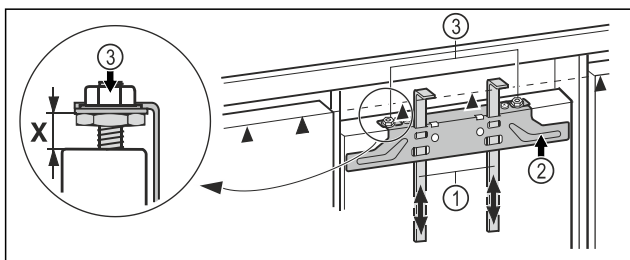

Fig. 44
- ▶ Levantar las ayudas de montaje Fig. 44 (1) a la altura de la puerta del mueble. Borde inferior de tope ▲ de la ayuda de montaje = borde superior de la puerta del mueble a montar.
- ▶ Desatornillar el travesaño de fijación Fig. 44 (2) a través de las contratuercas Fig. 44 (3).